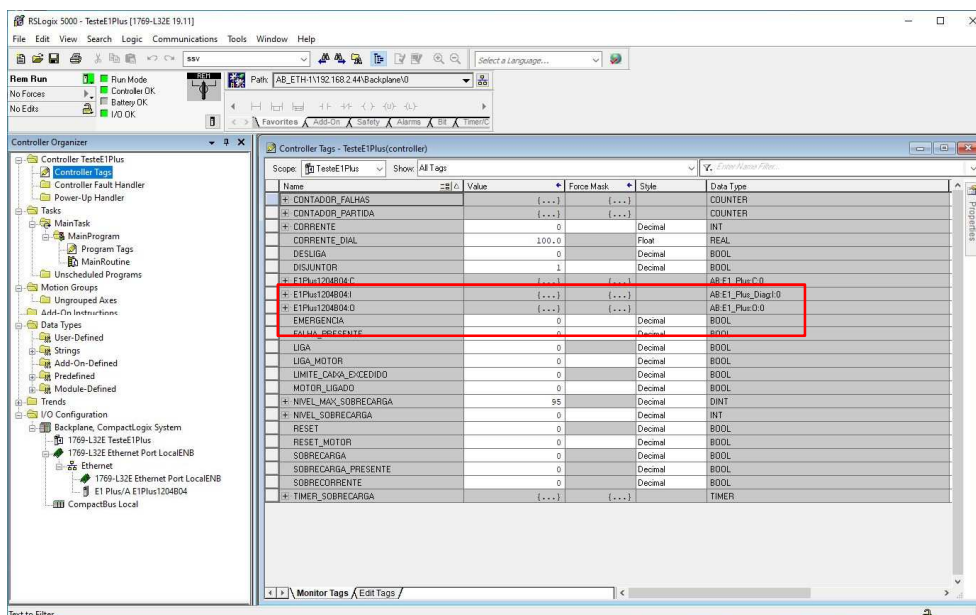

Figura 7 – Variáveis de configuração (C), de entrada (I) e de saídas (O) do relé eletrônico de sobrecarga E1 Plus
- 1.3. Em seguida clique no item *Controller Tags* para verificar as informações de E/S e de configurações do E1 Plus (figura 7). Expanda cada um destes itens para ver as variáveis associadas.